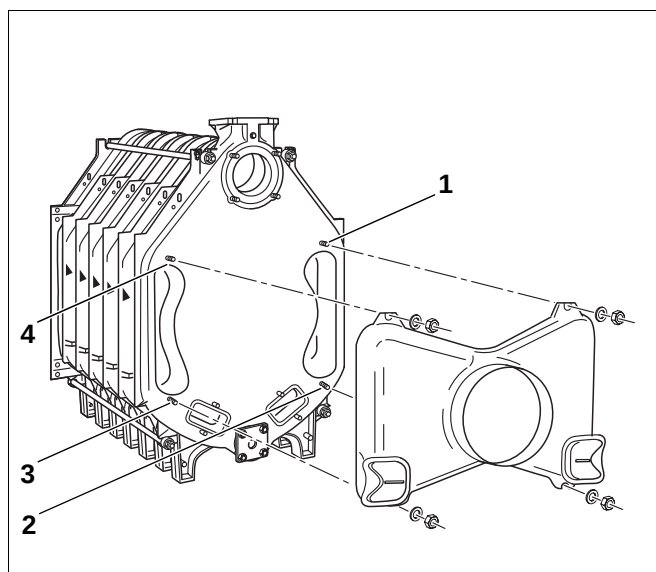

Fig. 26 Montasje – røykgassamler
- Sett røykgassamleren på de fire panneskruene på bakelementet (fig. 26, **pos. 1 – 4**) og skru den fast ved hjelp av underlagsskiver og mutre.